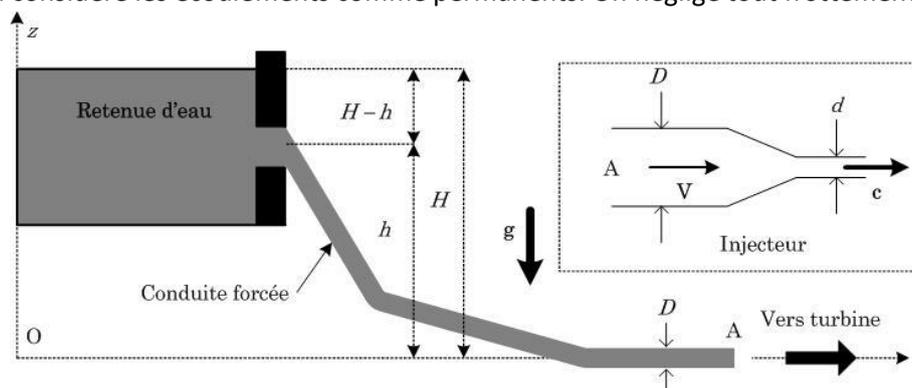

Fig. 1 - Retenue et conduite forcée pour installation hydroélectrique. L'injecteur, en A , est schématisé dans le rectangle en pointillés.
Ce type de centrale permet une production souple d'énergie électrique et une adaptation rapide en période de pointe. La centrale est alimentée par une conduite d'eau cylindrique de diamètre constant D , dite *conduite forcée*, issue du barrage (Fig. 1). La capacité de ce barrage est suffisamment importante pour que l'on considère l'eau qu'il contient comme immobile. L'extrémité aval de la conduite, notée A , est reliée à une tubulure de section décroissante, appelée *injecteur*.
3. Pour pallier cet inconvénient, on visse en A sur la partie finale horizontale de la conduite un injecteur (encart de la Fig. 1) de section décroissante et de diamètre de sortie $d < D$. Calculer la vitesse en sortie de l'injecteur, notée c . Commenter ce résultat.